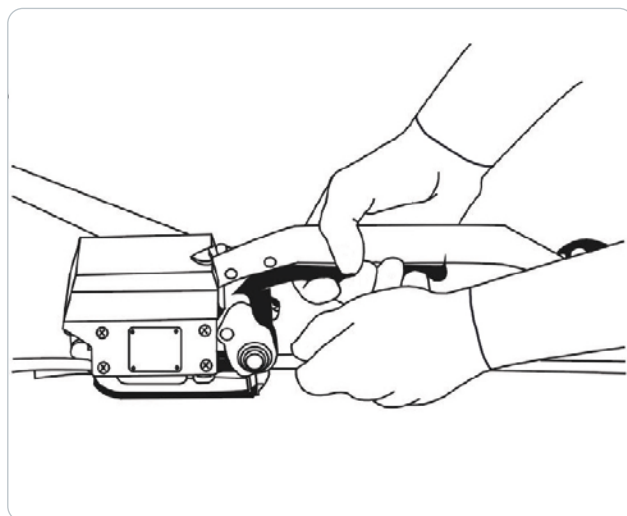

Figura 2
2. Il bilanciere viene azionato con la mano destra. La mano sinistra guida le due estremità sovrapposte della reggetta d'acciaio all'interno del dispositivo fino all'arresto, come illustrato nella Figura 2. 3. La mano destra aziona il bilanciere con la mano destra.